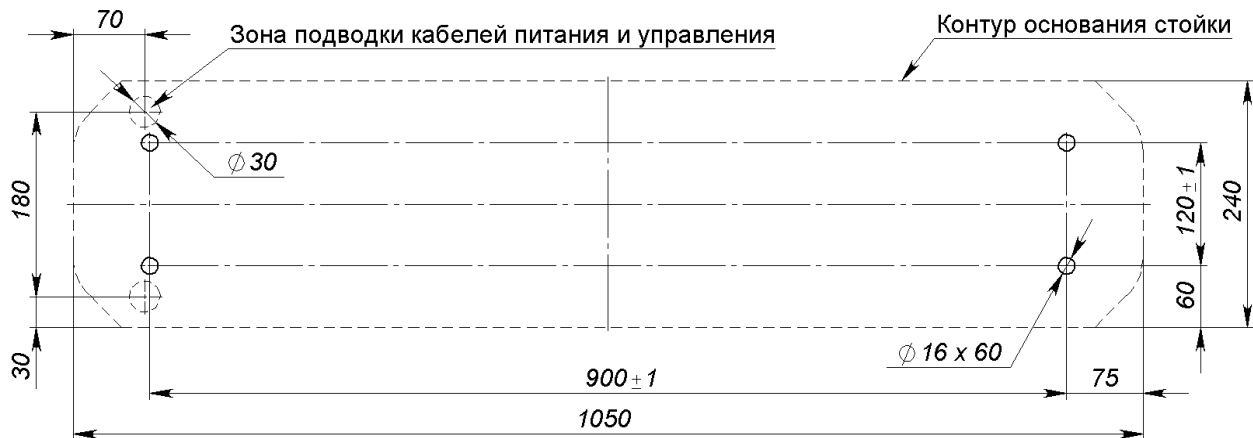

Рисунок 6 — Схема разметки для установки стойки КТС01.3
8.4.2 Подготовьте в полу отверстия под гильзы анкеров для крепления стойки КТС01.3 (см. рисунок 6). При необходимости прокладки кабелей под поверхностью пола подготовьте в полу кабельный канал, подходящий к зоне ввода этих кабелей в стойку КТС01.3. Установку и крепление стойки производите после прокладки всех кабелей в кабельном канале и внутри стойки. Прокладка кабелей внутри стойки показана на рисунке 7.